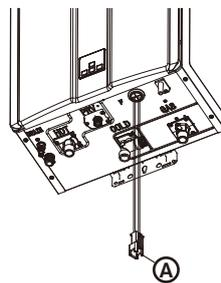

Fig. 1
3. Pasar suficiente cable a través del agujero del envoltente (Fig. 1); conectar el terminal al PCB © (Fig. 2);